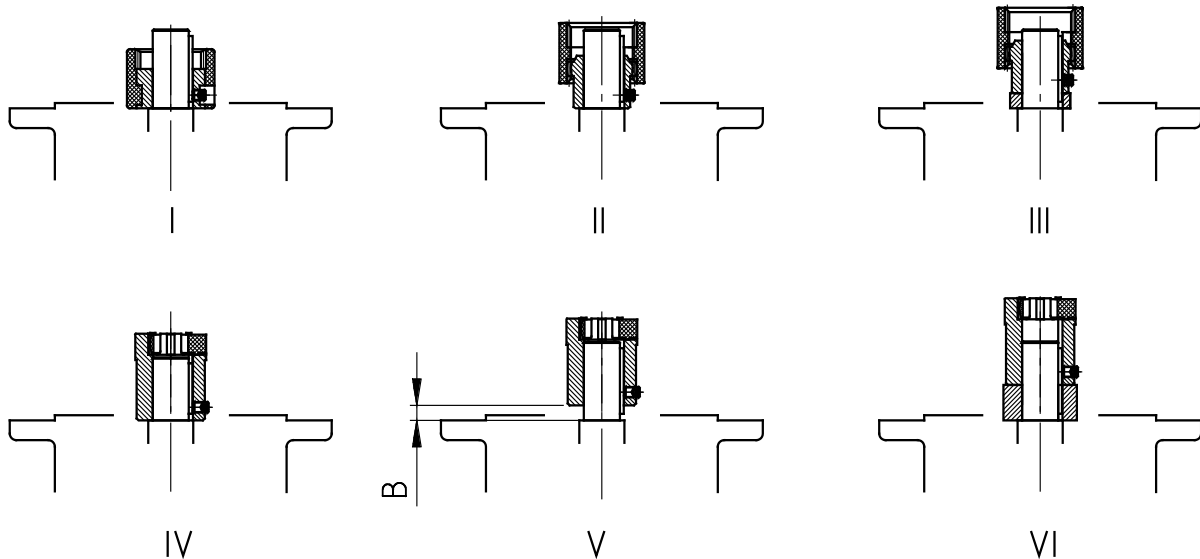

Abbildung 14: Montage der Kupplung auf die Motorwelle bei verschiedenen Kupplungsbauarten
3. Die Kupplungshülse auf die Motorwelle gemäß Angaben des Motorherstellers bis zum Anschlagen an den Bund aufziehen. Eventuell sind beiliegende Distanzbuchsen bei den Motorbaugrößen 90, 160, 180 und 225 zwischen Kupplungshülse und Bund zu legen. Bei Standard-Stirnradgetrieben ist das Maß B zwischen Kupplungshülse und Bund zu beachten (siehe Abbildung 14). Bei einigen **NEMA-Adaptern** ist die Position der Kupplung gemäß der Angabe auf dem angebrachten Klebeschild einzustellen.
6. Den Motor an Adapter montieren, hierbei den beiliegenden Zahnkranz bzw. die beiliegende Zahnhülse nicht vergessen (siehe Abbildung 14).